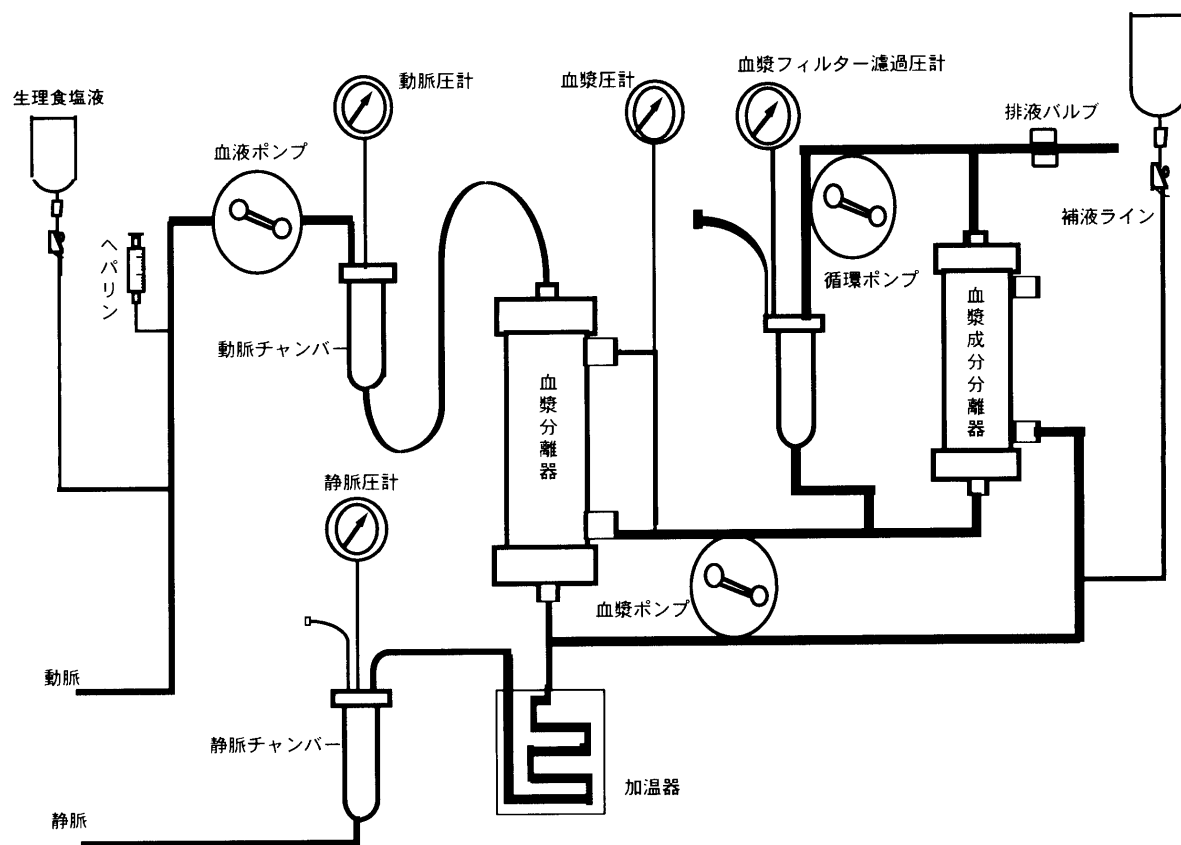

図 12 二重膜濾過血漿分離法：回路構成
- ①血液回路（回路番号 PT-511）
- ②血漿分離器，血漿成分分画器
- ③生食食塩液 4,000 ml
- ④ヘパリン添加生理食塩液 1 l（ヘパリン 3～5 ml）
- ⑤抗凝固薬
- ⑥補充，置換液：プラソート 1000 では，再循環方式を用いるため置換液は必要ない。
4.3.3 組 立（図 12）